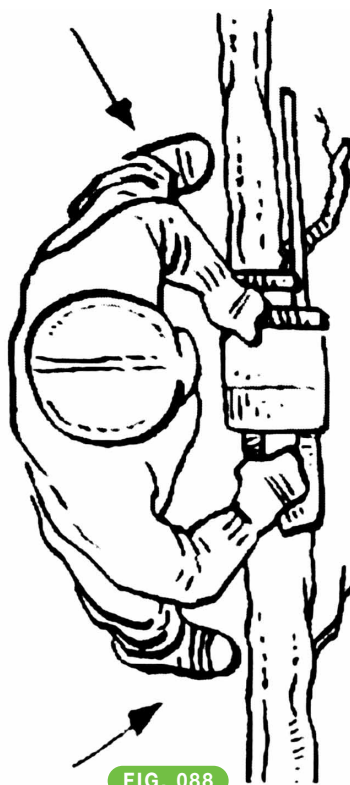

FIG. 088
- Trabajar siempre desde el suelo, bien asentados los pies -con buena separación-, y apoyado si se puede. **FIG. 088**